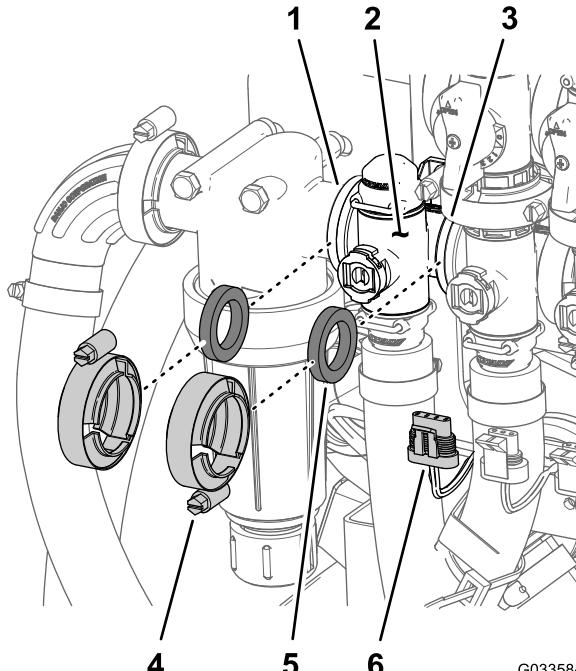

Figura 113
- Rimuovete i 2 morsetti flangiati e le 2 guarnizioni che fissano il collettore della valvola di controllo del volume (Figura 113) al filtro della pressione e alla valvola dell'agitatore.